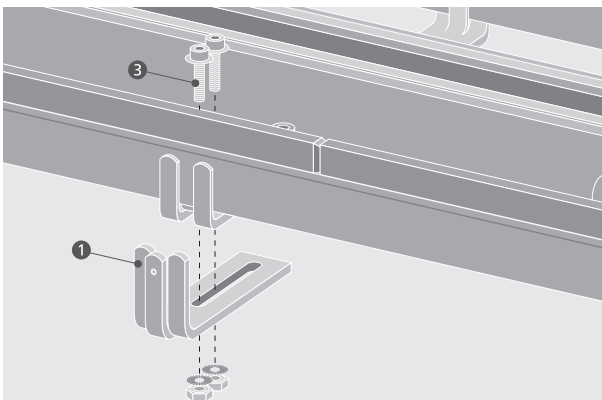

Abbildung 5.9.1
- Halterungen (1) der Führungsbleche (2) mit Zylinderkopfschrauben M8 (3) handfest an die Querstreben schrauben. Rippenscheiben verwenden. (Abb. 5.9.1/5.9.2)